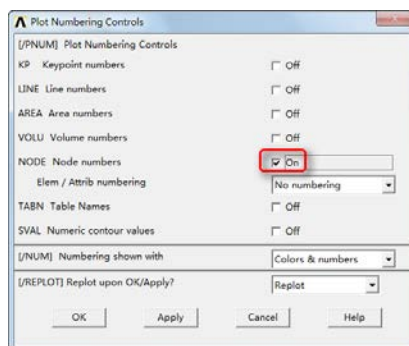

图 12-13 打开节点编号显示控制
⑧打开节点编号显示控制：Utility Menu > PlotCtrls > Numbering, 弹出“Plot Numbering Controls”对话框，单击“NODE Node numbers”复选框使其显示为“On”，如图 12-13 所示，单击“OK”按钮。